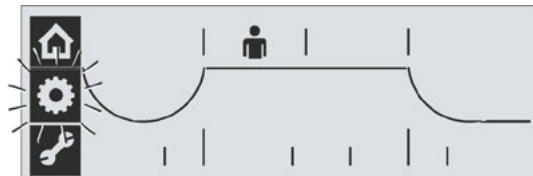

Fig. 1: Vælg menuen Yderstillinger
1. Vælg menuen "Yderstillinger": Drej Drive Controller, indtil tandhjulssymbolets ramme blinker (fig. 1). Selve tandhjulssymbolet vises inverst.